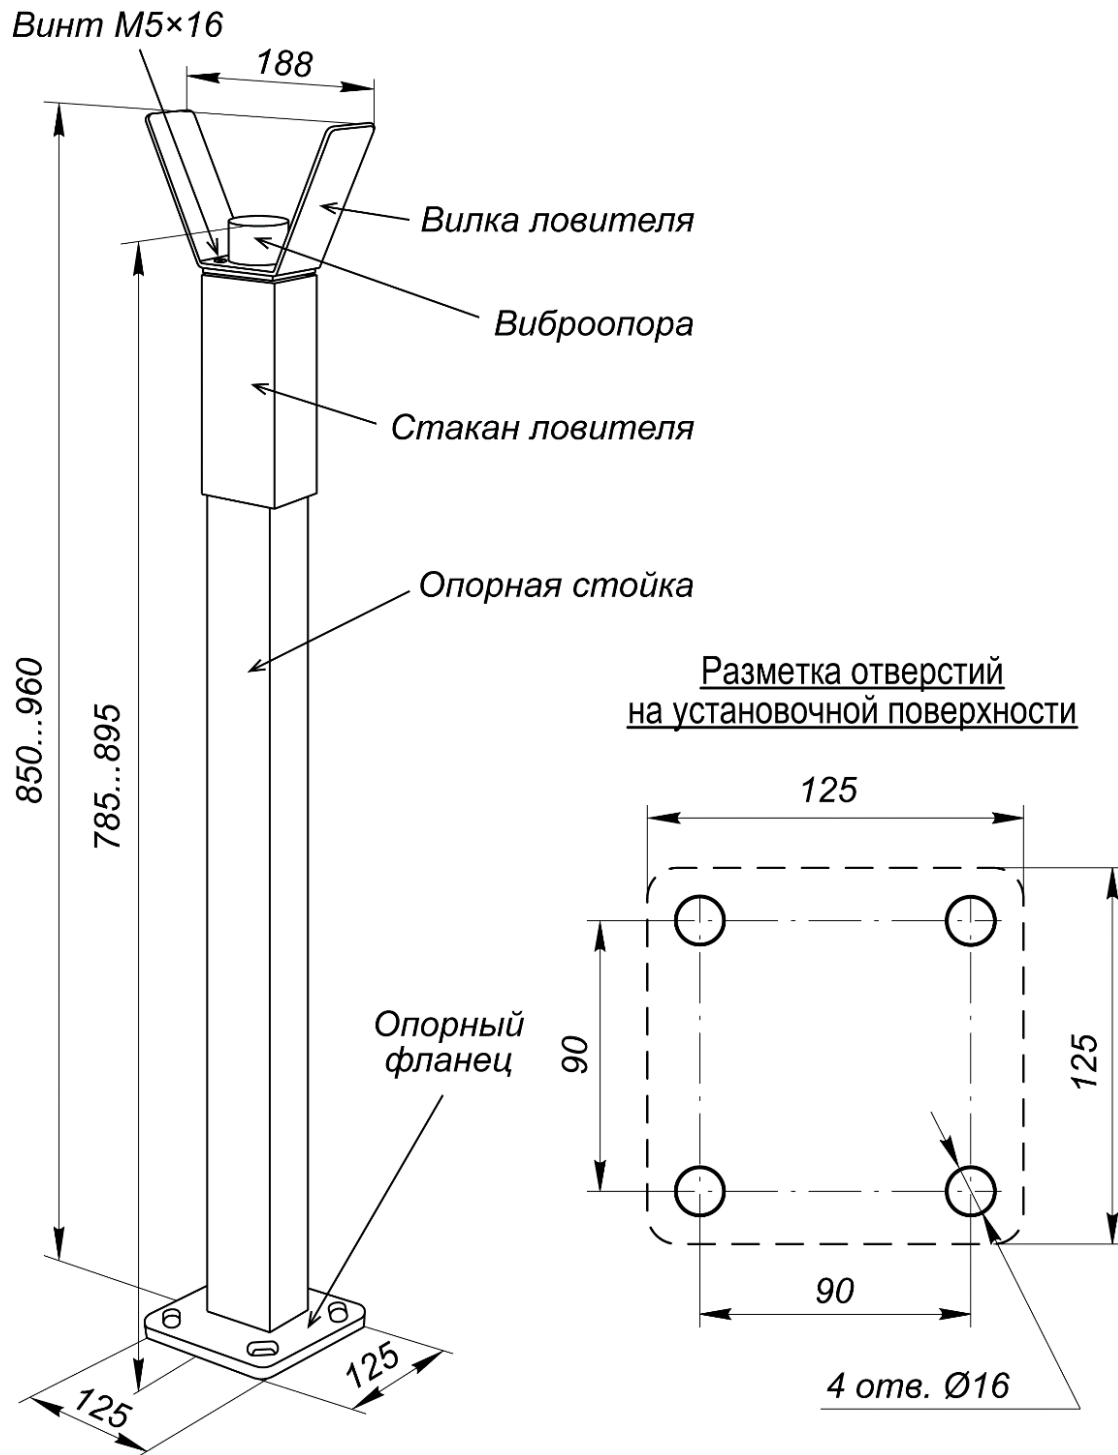

Рисунок 20. Внешний вид опорной стойки с ловителем стрелы *PERCo-GBS1*
При необходимости, а также при длине стрелы более 3 метров, устанавливается опорная стойка с ловителем стрелы *PERCo-GBS1* (входит в дополнительный комплект поставки). Опорная стойка *PERCo-GBS1* состоит из стойки прямоугольного сечения с опорным фланцем и ловителя стрелы (см. рис. 20).
1. Выполните в установочной поверхности отверстия в соответствии с разметкой (см. рис. 20). Ось опорной стойки должна совпадать с продольной осью стрелы шлагбаума (обращаем внимание, не с осью стойки шлагбаума!, см. рис. 8).